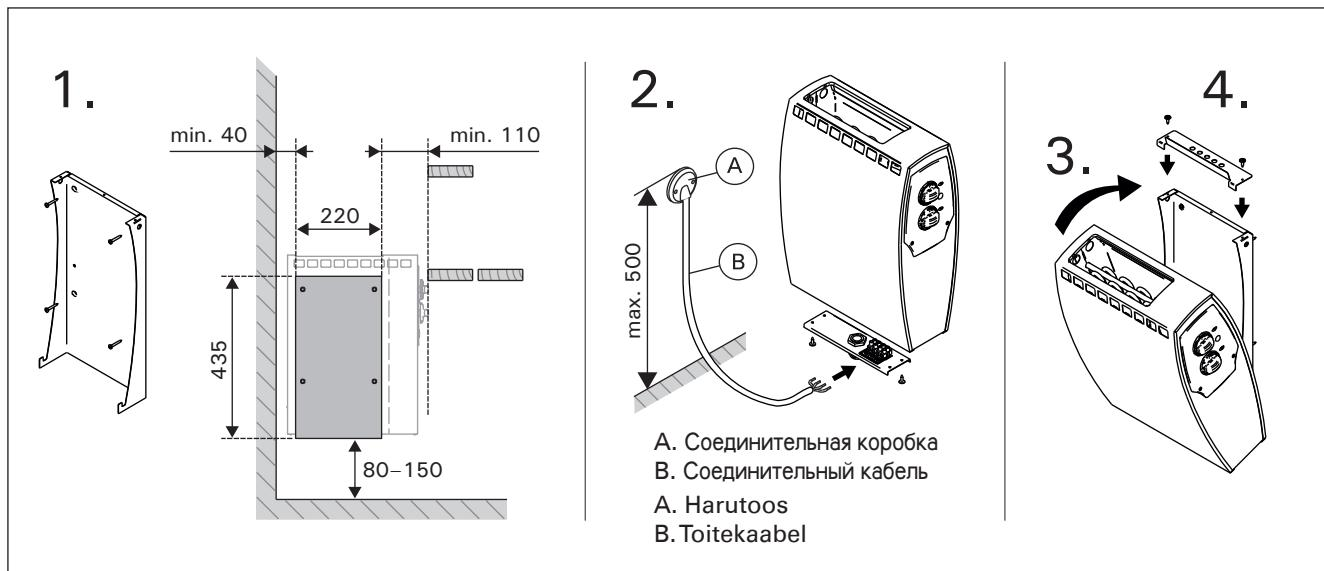

Рисунок 7. Крепление каменки к стене (все размеры приведены в миллиметрах)
Cм. рис. 7. Размеры относятся только к соединительному кабелю (B)! Vt. joonist 7. Mõõdud kehtivad ainult toitekaabli (B) kohta!
См. рис. 7.
- Каменка гибким проводом подсоединяется к соединительной коробке (рис. 7: А) на стене сауны. Соединительная коробка должна быть брызгозащищенной и находиться на расстоянии не выше 500 мм от пола.
- В качестве кабеля (рис. 7: В) следует использовать резиновый кабель типа HO7RN-F или подобный. **ВНИМАНИЕ! Использование кабеля с ПВХ-изоляцией запрещено вследствие его разрушения под воздействием тепла.**